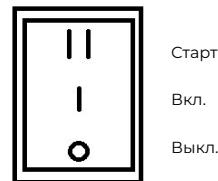

Рис. 8
- Если ваш генератор снабжен электростартером, то кнопка включения зажигания имеет второе положением – «СТАРТ», для запуска необходимо нажать на кнопку и дождаться запуска двигателя. Рис. 8.